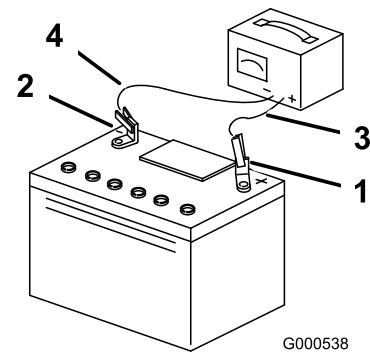

Figura 54
5. Cuando la batería esté completamente cargada, desconecte el cargador del suministro eléctrico, y desconecte los cables del cargador de los bornes de la batería (Figura 54).